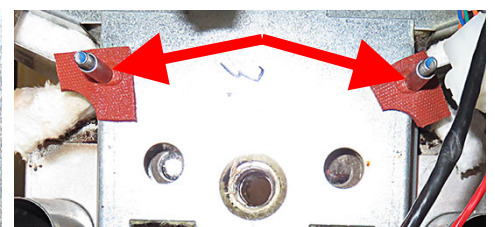

図 26
31. スタッドからプレナムスペーサーとガスケットを取り外します (図 26 を参照)。